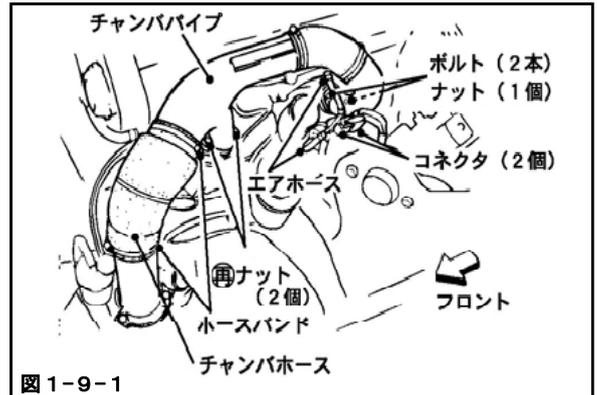

図1-9-1
- (1) エアホース (2本) を取外してください。(図1-9-1)
- (2) コネクタ (2個) を外してください。
- (3) ホースバンドをゆるめ、チャンバホースを取外してください。(図1-9-1)
- (4) ボルト (2本), ナット (3個) を外し、チャンバパイプを取外してください。(図1-9-1)